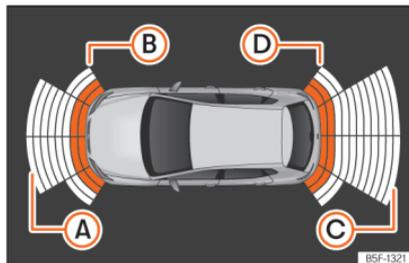

Abb. 203 Anzeige der Einparkhilfe auf dem Bildschirm des Infotainment-Systems.
Im Stoßfänger befinden sich Sensoren. Wenn sie ein Hindernis erkennen, weisen sie durch akustische und optische Signale im Infotainment-System darauf hin »» **Abb. 203**.
Wenn ein Sensor hinten defekt ist, werden nur noch Hindernisse im Bereich (A) und (B) angezeigt » » **Abb. 203**. Wenn ein Sensor vorn